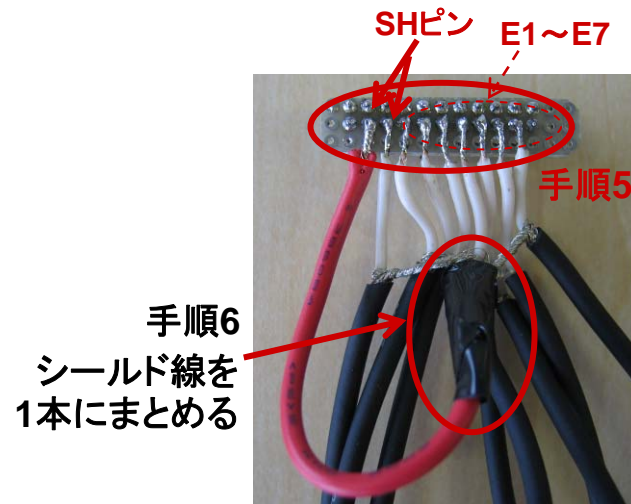

図9. 基板裏側 (手順5&6)
基板裏側と接続したケーブルは、“SH”端子に接続する(図9 参照)
6. コネクタ側の同軸ケーブルにおけるシールド線を1本にまとめ、“SH”端子に接続する(図9 参照)
5. コネクタ側の同軸ケーブルにおけるシールド線を1本にまとめ、“SH”端子に接続する(図9 参照)